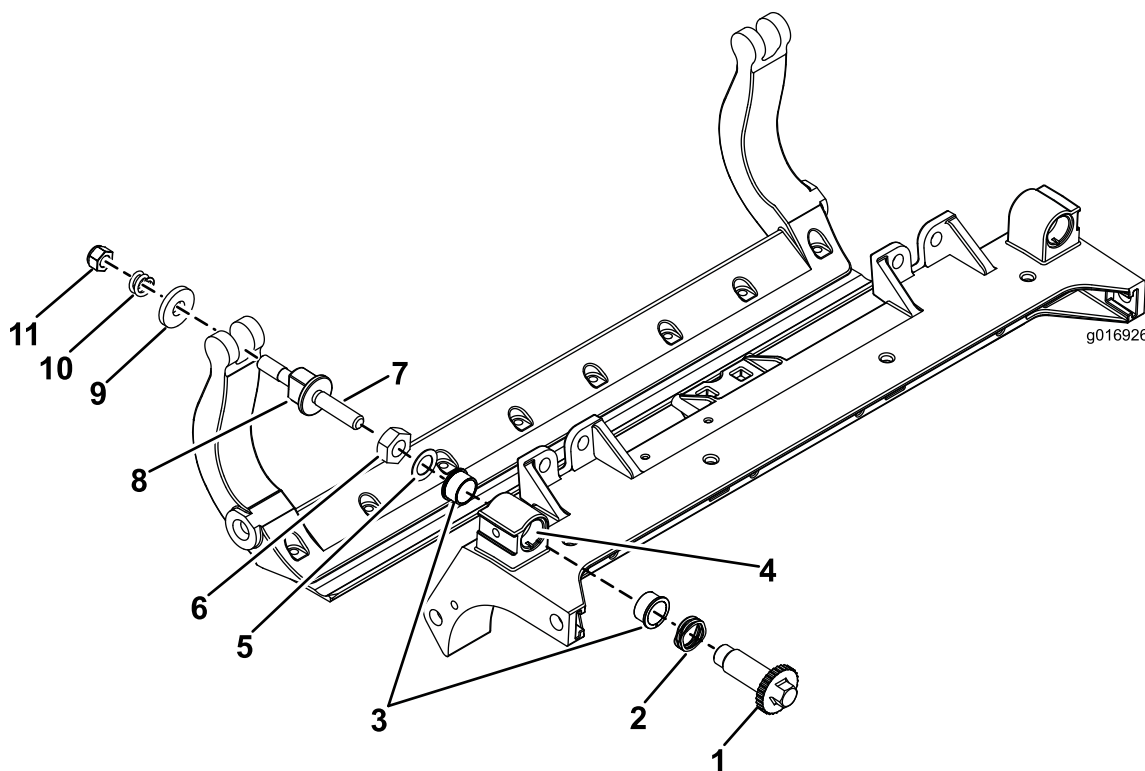

Figura 36
1. Retire todas las piezas (consulte las *Instrucciones de instalación* del Kit HD DPA (Modelo 120-7230) y Figura 36).
2. Aplique compuesto antiadherente en la parte interior de la zona de los casquillos del bastidor de tiro de la unidad de corte (Figura 36).
3. Alinee los salientes de los casquillos con brida con las ranuras del bastidor, e instale los casquillos (Figura 36).
4. Instale una arandela ondulada sobre el eje del ajustador e introduzca el eje del ajustador en los casquillos con brida del bastidor de la unidad de corte (Figura 36).
5. Sujete el eje del ajustador con una arandela plana y una contratuerca (Figura 36). Apriete las tuercas de las ruedas a 20–27 N·m.
Nota: Coloque una arandela de nylon en cada lado del saliente de la chapa lateral. Coloque una arandela de acero por fuera de cada arandela de nylon (Figura 36).